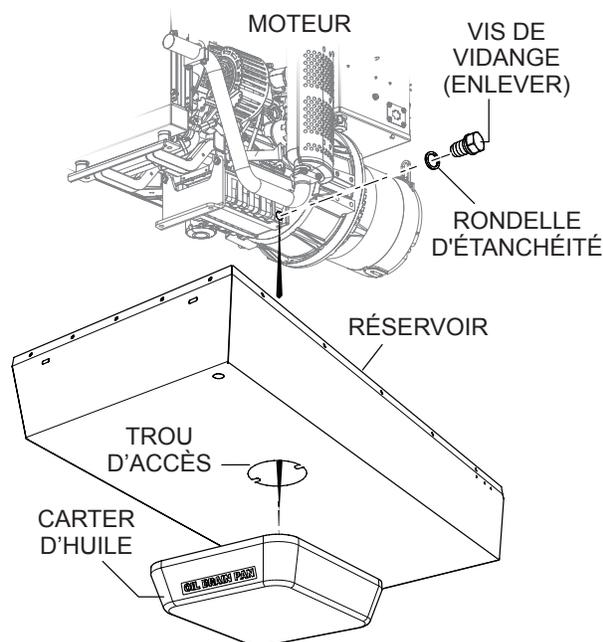

Figure 28. Vidange d'huile moteur
4. Mettre un récipient (Figure 28) directement sous le trou du couvercle d'accès.
5. Ensuite, enlever le boulon de vidange et le joint d'étanchéité (Figure 28) sur le moteur pour que l'huile puisse commencer à s'écouler dans le récipient. Repositionner le récipient si nécessaire.